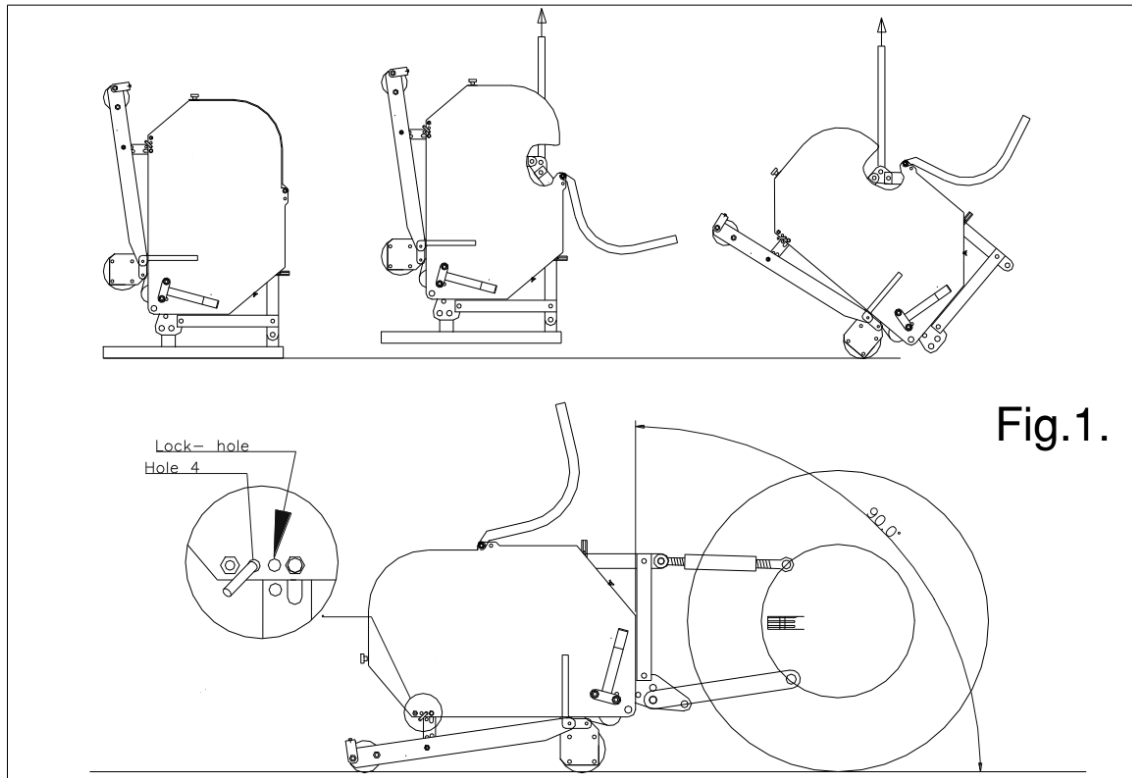

Fig.1.
De machine staat verticaal op de pallet. Om de pallet te verwijderen en de machine horizontaal op de grond te krijgen, handel als volgt (zie fig. 1):
- @ Op 90 graden gaan de pennen alleen loodrecht in de grond als de machine correct is geïnstalleerd, zie fig. 1. Als dit niet correct is kan een kracht F, zie fig. 5, ontstaan, die de machine beschadigt.
@ Als de VERTI-DRAIN niet correct is gemonteerd achter de tractor, zie fig.1, kunnen verschillende aftakas hoeken trillingen veroorzaken in de aandrijflijn van de machine. Deze trillingen kunnen de machine en de gaten in de grond beschadigen.